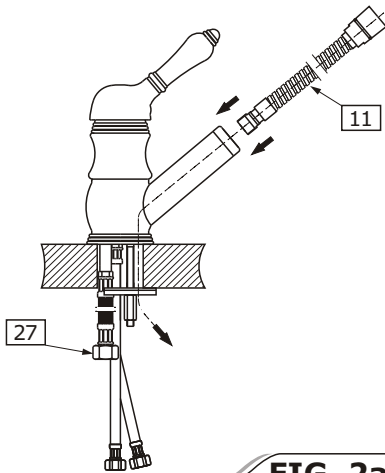

FIG. 2a
- ➔ Place the shower hose (11) into faucet spout with the thinner ending through the sink hole (see fig. 2a).
- ➔ Coloque la manguera (11) en canalón del grifo con el terminación más fina a través del agujero del lavatorio (vea fig. 2a).